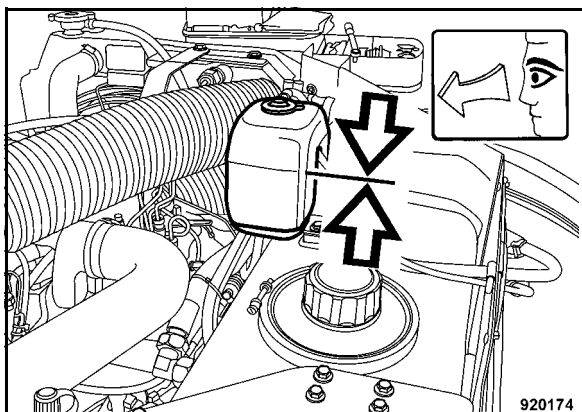

Fig. 137
- Riempire il liquido di raffreddamento fino al segno MAX. (Fig. 137).